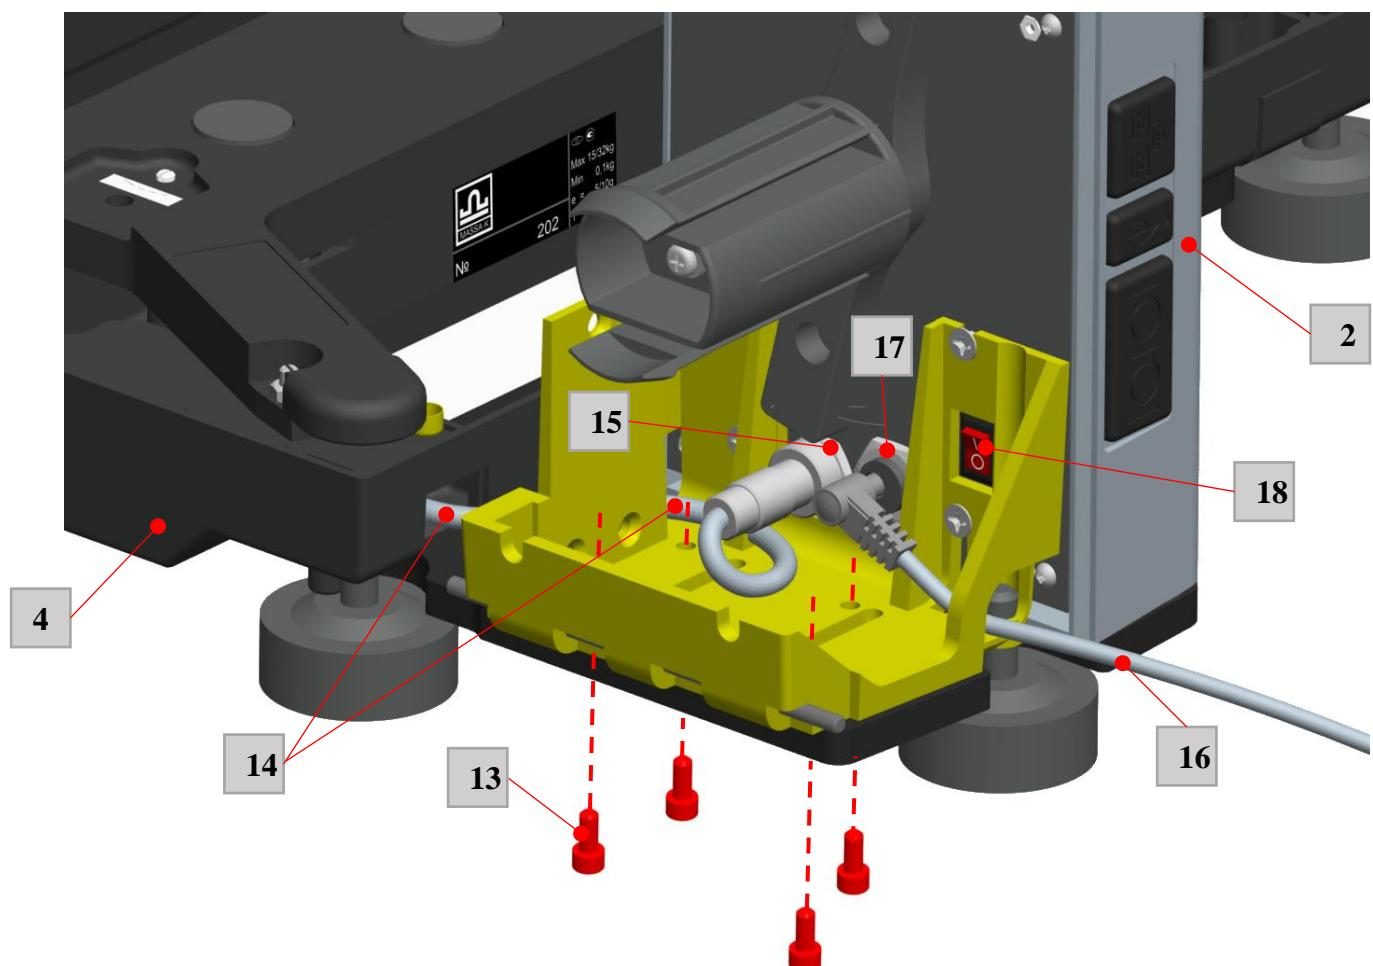

Рисунок 2 – Установка печатающего устройства на устройстве весовом
3.2.2 Откройте крышку устройства печатающего [12] (на рис. 2 не показана).